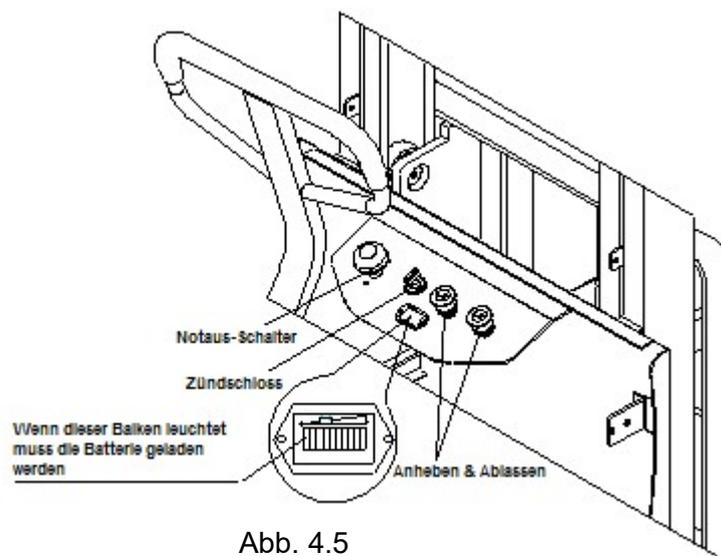

Abb. 4.5
Um den Ladezustand der Batterie zu ermitteln, muss der Gabelstapler eingeschaltet werden (Schlüssel drehen). Wenn nur der linke Balken des Displays aufleuchtet, muss der Akku geladen werden (siehe Abb. 4.5).
3. Stellen Sie die Gabeln mit den Drehknöpfen auf die richtige Höhe ein (siehe Abb. 4.5).
6. Fahren Sie die Last an ihren Bestimmungsort und senken Sie die Gabeln mit den Tasten ab (siehe Abb. 4.5).